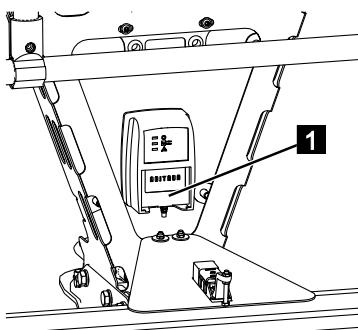

Abb. 217
4. Geladenen Batterie (Abb.217/1) aus dem Ladegerät entnehmen und leere Batterie einsetzen.